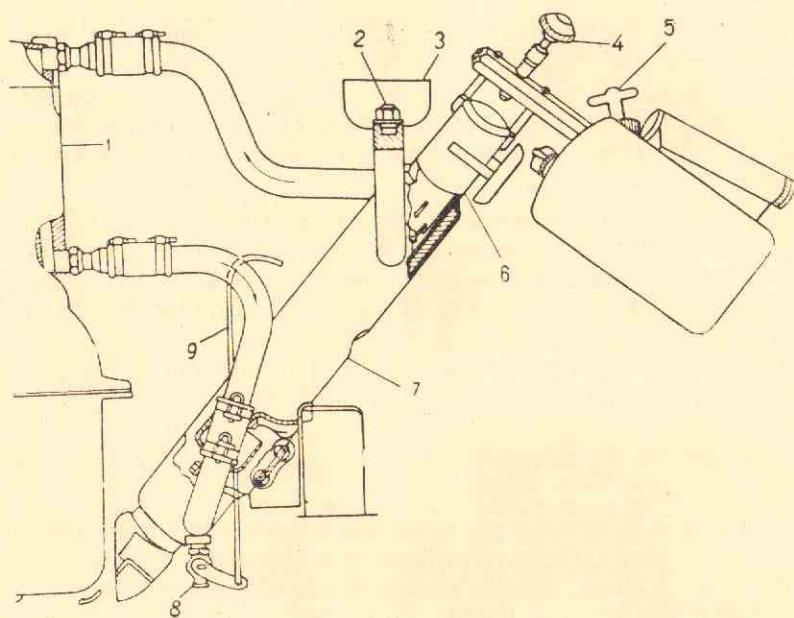

Рис. 5. Установка лампы в котел пускового подогревателя.
5. Снять крышку люка на левом брызговике крыла для доступа к котлу, убавить несколько пламя лампы и ввести ее в жаровую трубу котла (рис. 5).